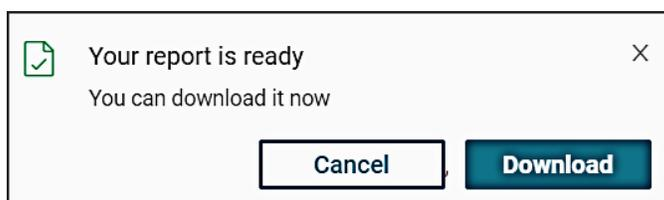

Figure 70. Télécharger rapport (Download)
7. Après avoir appuyé sur le bouton Générer rapport (Generate Report), un fenêtre indique que le rapport est prêt à être téléchargé, voir **Figure 70**.